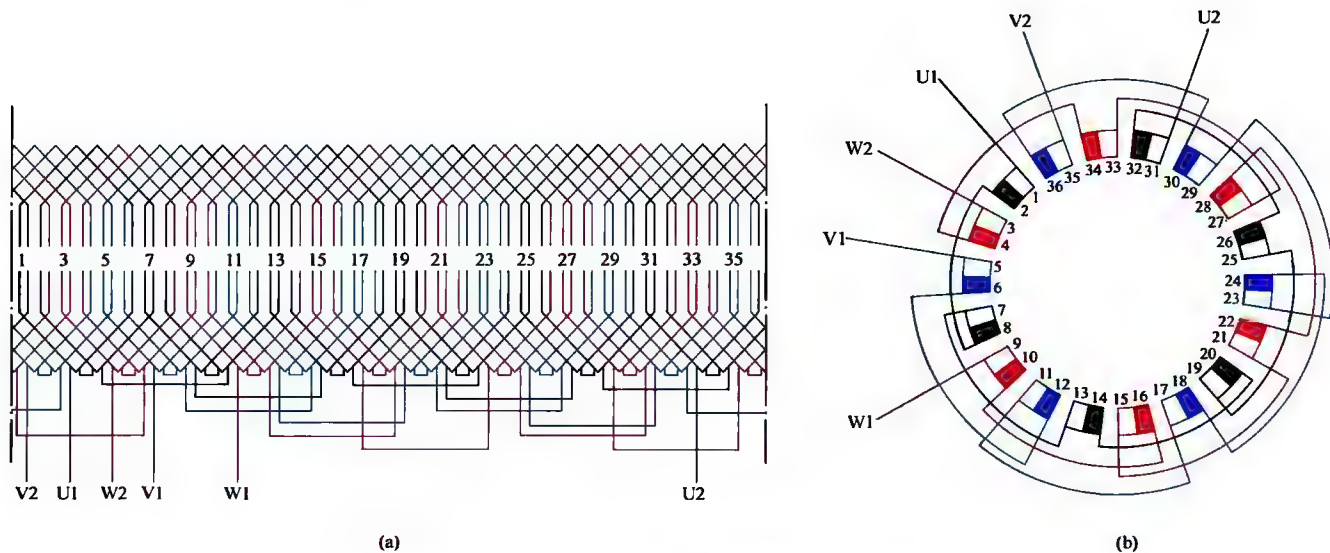

图 1-58 三相 6 极 36 槽双层叠绕组 1 路接法
58. 三相 6 极 36 槽双层叠绕组 1 路接法展开图与接线圆图 (见图 1-58)